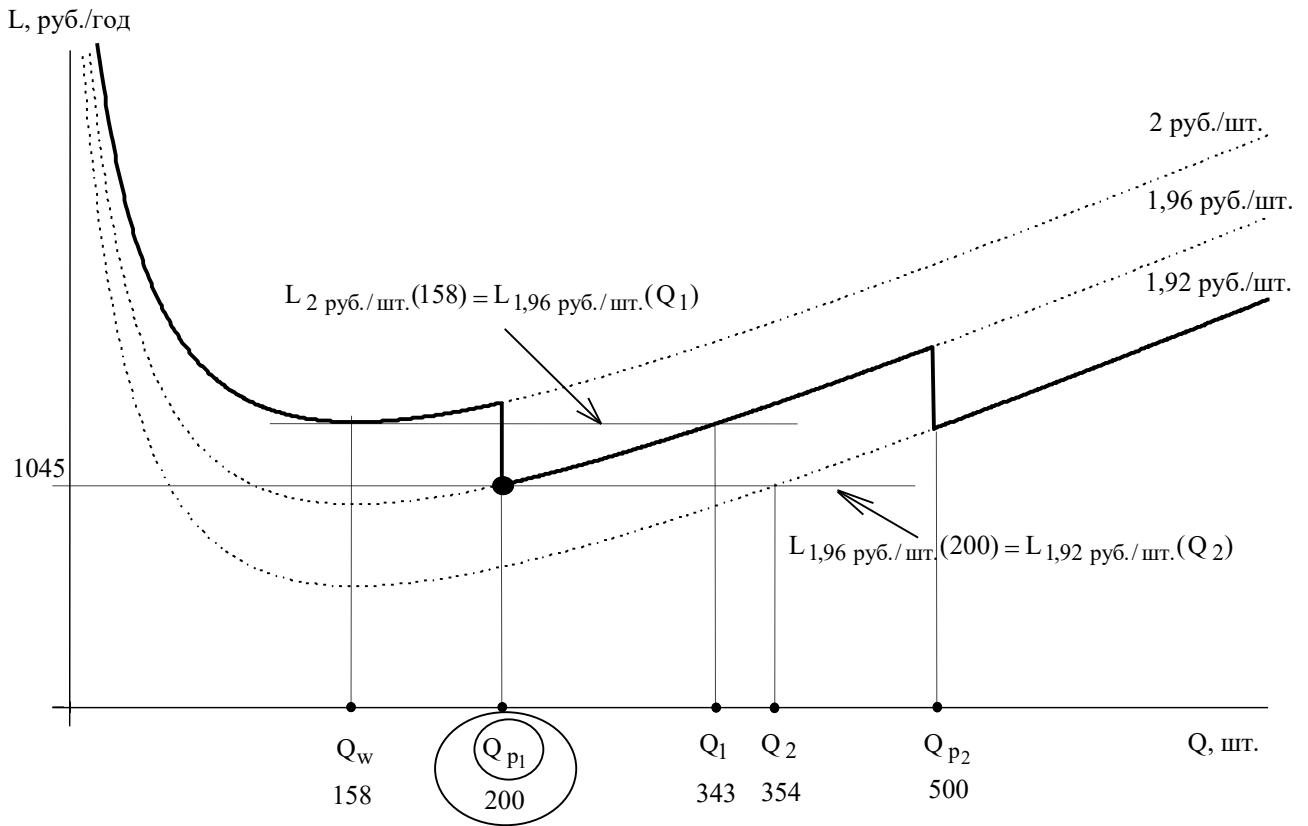

Рис.10 Решение задачи №2 с двумя скидками
1. Строим пунктирными линиями графики трех функций затрат и обозначаем на них соответствующие цены  $c = 2$ ,  $c_1 = 1,96$  и  $c_2 = 1,92$  (рис.10). Строим на графике точку, соответствующую  $Q_w$ .